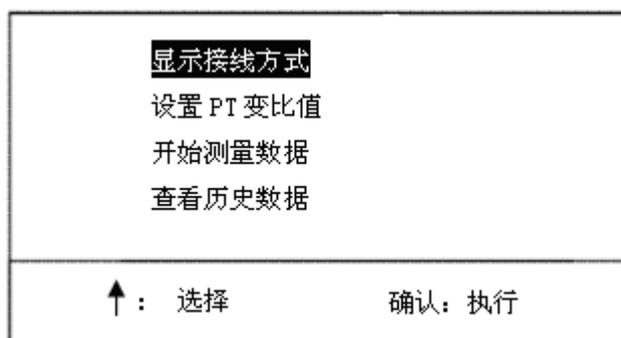

图 2 FS3011 操作界面主菜单
1. 将仪器的接地端可靠的接地并接通电源，打开电源开关，显示屏主菜单显示如图 2 所示。